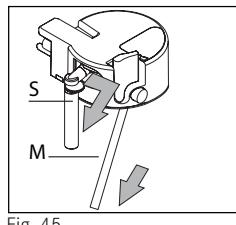

Fig. 45
- ▶ Scoateți duza pentru lapte și tubul de aspirație (Fig. 45).